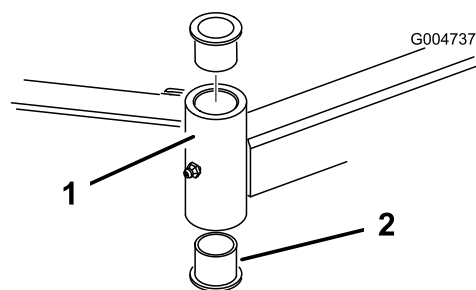

Figura 122
- Inserite un punteruolo nella parte superiore o inferiore del tubo di fissaggio, e spingete la boccola fuori del tubo (Figura 122).